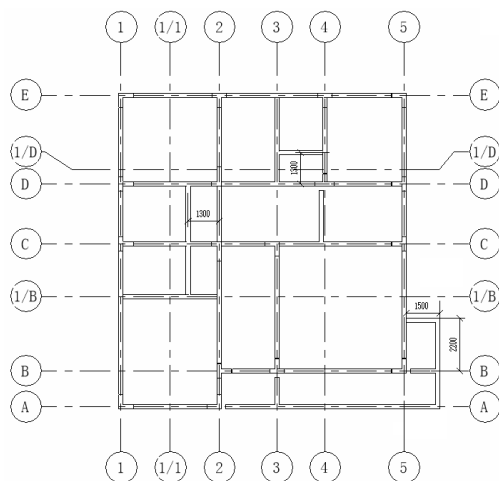

图 6-49 绘制“180×400mm”梁
(4) 在“属性”选项板中选择“混凝土 - 矩形梁 180×400mm”类型，在如图 6-49 所示的位置绘制“180×400mm”梁。